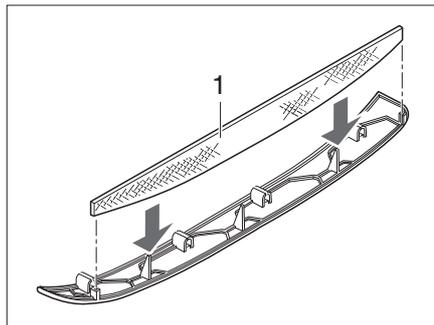
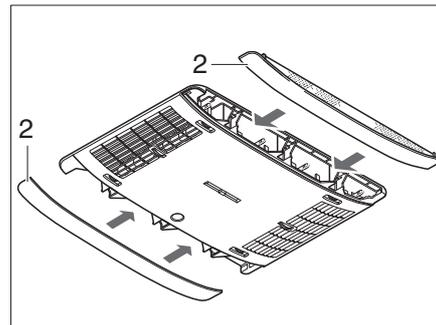

Fig. 154 Filtre à peluches de la climatisation
Fig. 155 Panneaux de la climatisation
Dans les panneaux latéraux (Fig. 155,2) se trouvent deux filtres à peluches. Les filtres à peluches doivent être nettoyés, et si nécessaire remplacés, à intervalles réguliers, au moins cependant tous les 6 mois.
- Enlever le panneau (Fig. 155,2) du distributeur d'air et nettoyer ou, si nécessaire, remplacer le filtre à peluches (Fig. 154,1).